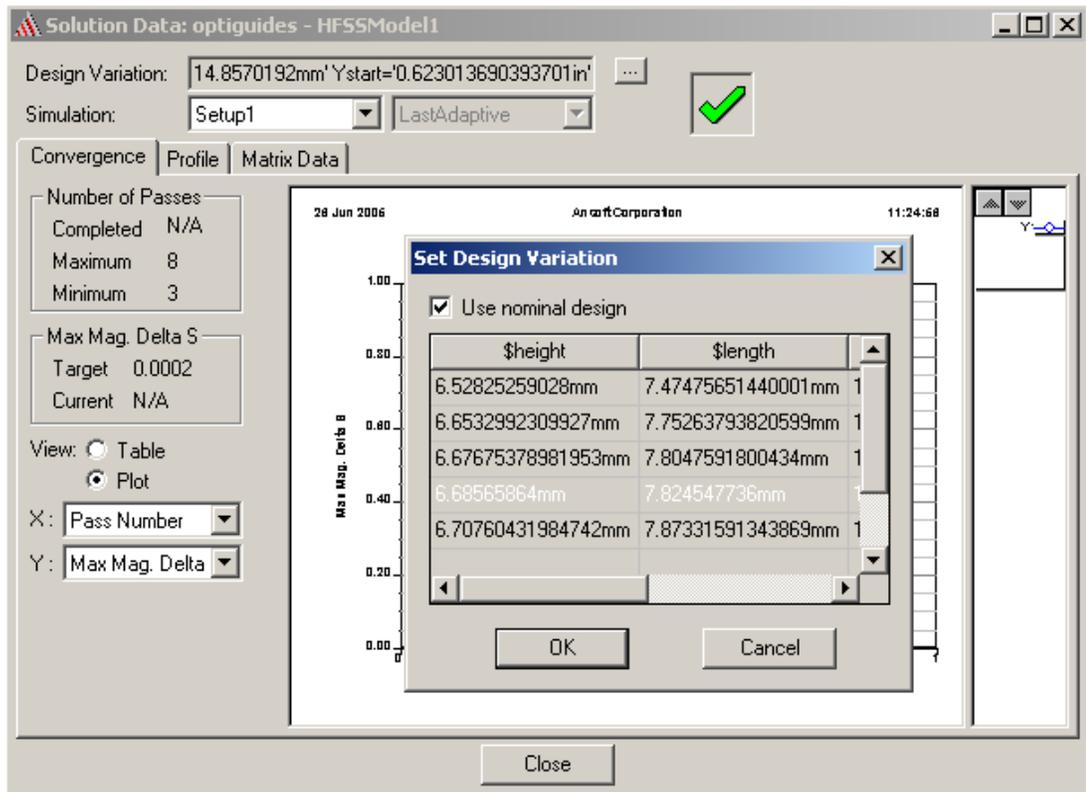

Рис. 8.15. Диалог установки переменной проекта
Чтобы просмотреть информацию о сходимости, используемых вычислительных ресурсов, или матрицы, вычисленные для любого изменения конструкции во время расчета Оптиметрика, Вы должны сначала выбрать изменение проекта в диалоговом окне **Set Design Variation**. Это диалоговое окно доступно из окна **Solution Data** (рис. 8.15).
2. Нажмите точки просмотра внутри поля **Design Variation**. Появляется диалоговое окно **Set Design Variation** (рис. 8.15).